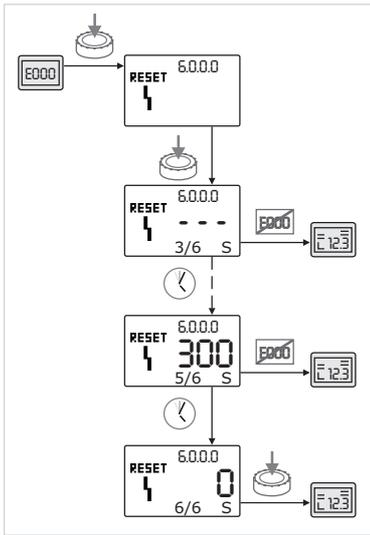

Fig. 61: Fouttype C bevestigen
- Indien er fouten van het type C optreden, als volgt te werk gaan om ze te bevestigen (Fig. 61):